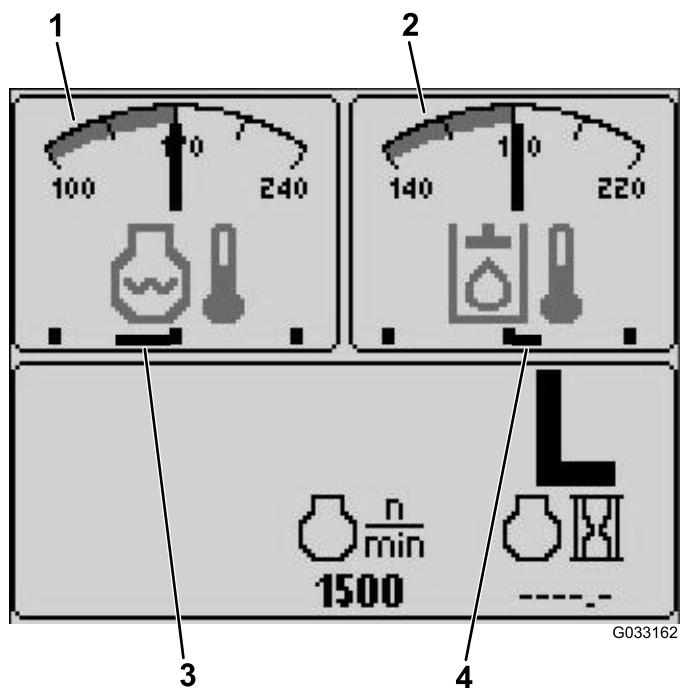

Figura 5
- Indicador da ventoinha e da temperatura do fluido hidráulico – ecrã superior direito (Figura 5)
- Indicador da ventoinha e da temperatura do líquido de refrigeração do motor – ecrã superior esquerdo (Figura 5)
Nota: No exemplo Figura 5, as ventoinhas de refrigeração do motor estão a trabalhar a 50% na velocidade inversa.
A direção da ventoinha também é indicada no ecrã da temperatura do líquido de refrigeração do motor e no ecrã da temperatura do fluido hidráulico. Se a barra estiver à direita da marca intermédia, as ventoinhas estão a trabalhar para a frente. Se a barra estiver à esquerda da marca intermédia, as ventoinhas estão a trabalhar para trás (Figura 5).
Este mostrador indica a temperatura do fluido hidráulico e o estado da ventoinha de refrigeração (Figura 5).
Este mostrador indica a temperatura do líquido de refrigeração do motor e o estado da ventoinha de refrigeração (Figura 5).